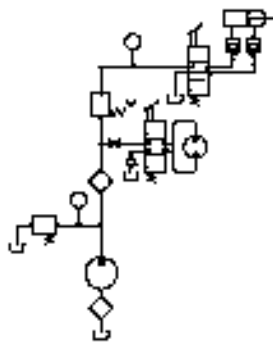

图 17.8.59 编辑单行文字
(1) 将图层切换至“尺寸线层”图层。
(2) 用  \rightarrow  \rightarrow  命令创建文字，使用默认的文字样式，文字的高度值为 10，并将其移至合适的位置，完成后的图形如图 17.8.59 所示。